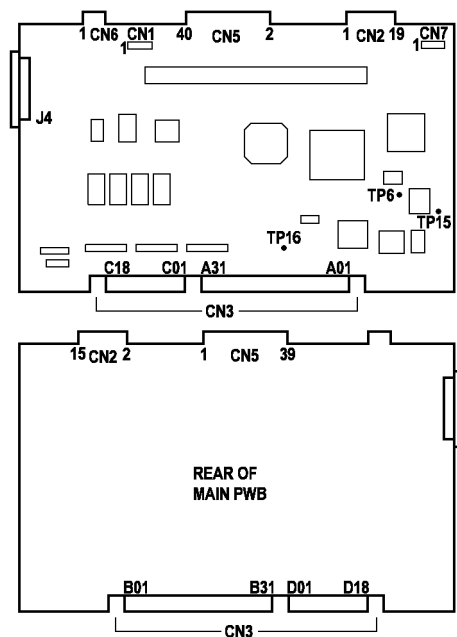

Рисунок 6 Главная PWB
- Подсоедините красный щуп мультиметра к CN3-A08 главной PWB (Рисунок 6).
- Подсоедините красный щуп мультиметра к CN3-A07 главной PWB (Рисунок 6).